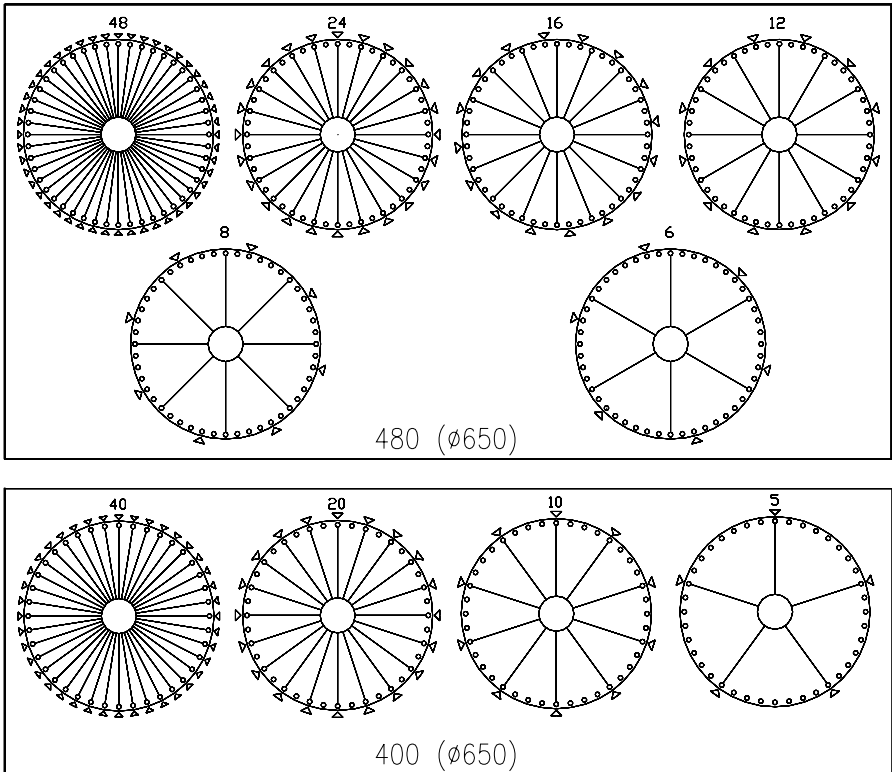

FIG. 7
I dischi selezione forniti nel distributore hanno gli scomparti pre-regolati come in FIG. 6 - FIG. 7. Potrà essere necessario cambiare le dimensioni degli scomparti per ospitare prodotti di tipo diverso. Si può variare il numero degli scomparti togliendo o aggiungendo le palette divisorie. Il numero degli spazi per disco potrà essere: 6,8,12,16,24,48 - 5,10,20,40. Quando si varia il numero degli spazi è necessario spostare anche le piastre scorrevoli presenti sulla mascherina copri dischi FIG. 5. Bisogna inoltre aggiungere o togliere i tappi in blocca pistoncino in relazione alla larghezza dello scomparto. Di seguito sono descritte le due procedure possibili per la sostituzione delle palette.
- 8) Mettere i tappi in tutti i fori che devono essere chiusi come mostrato precedentemente in FIG. 7.